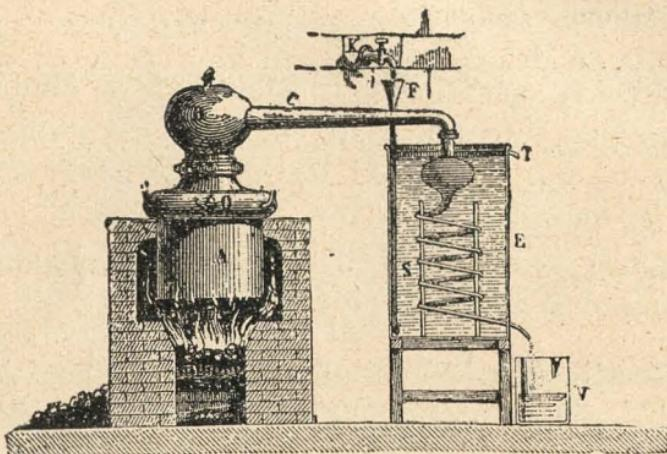

Fig. 98.—Alambique
**6. Alambique.**—El alambique, (fig. 98) que sirve particularmente para la destilación del agua y del alcohol, se compone esencialmente de una *caldera* ó *cucúrbita* *A*, de un *capitel* *B* y de un serpentín *S*, enfriado en un vaso *E* lleno de agua fría (*refrigerante*); un tubo *F* con-